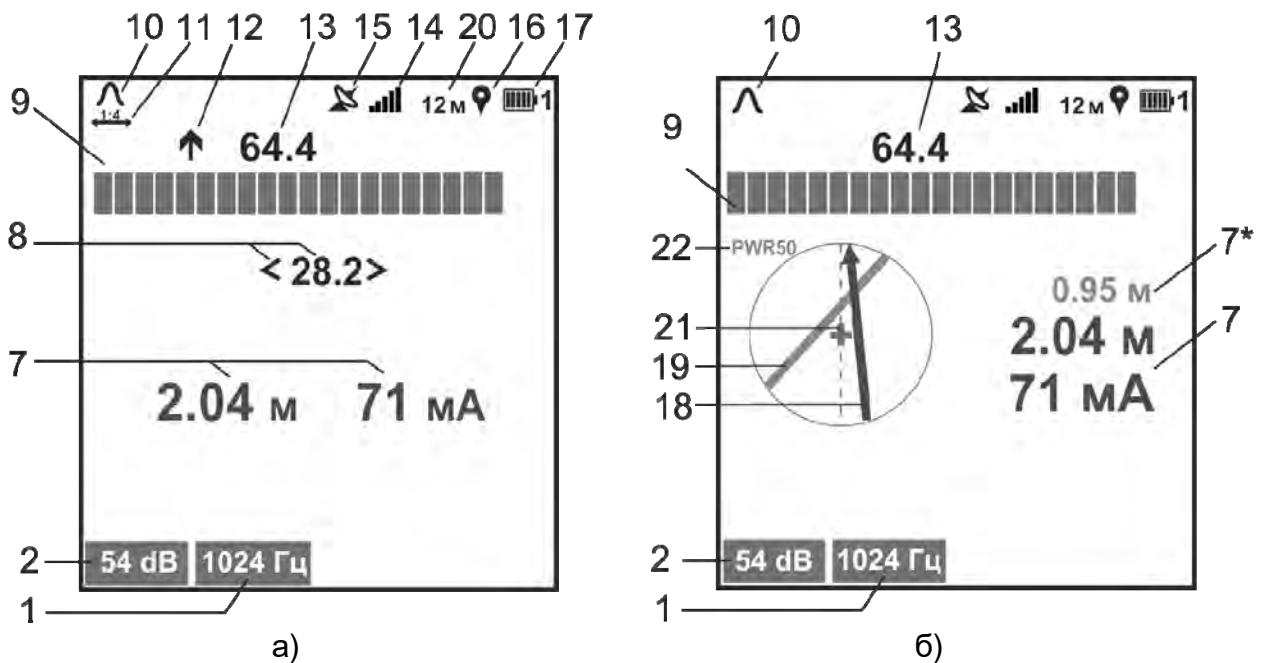

Рисунок 3.2 – Индикация приемника в режиме «ТРАССА»
- режим «ТРАССА» – для поиска коммуникаций с одновременным определением глубины её залегания, величины протекающего по ней тока рабочей частоты (рисунок 3.2а). Дополнительно при включенной функции «КОМПАС», отображается положение и направление коммуникации относительно приемника (рисунок 3.2б);
Примечание. Индикация значения уровня входного сигнала в «дБ» при поиске по «максимуму» и «минимуму» (соответственно поз. 13 и 8 на рис. 3.2) при перегрузке соответствующих им входных каналов меняет свой цвет на красный
При включенной опции «растяжка шкалы «максимум» 1:4» цена деления уменьшается в четыре раза, тем самым увеличивая разрешающую способность шкалы. При этом на экране отображается символ  (поз. 11 на рис. 3.2), под шкалой «максимум» появляется желтая полоса, указывающая положение окна растяжки относительно исходной (нерастянутой) шкалы.
Коммуникация схематически отображается на индикаторе в виде линии – указателя положения коммуникации (поз. 18 рис. 3.2б и 3.3б). Одновременно с этим в режиме «ТРАССА» на индикаторе отображаются шкала «максимум» и уровень входного сигнала, в режиме «ТРАССА-ДАТЧИК» отображаются шкала и уровень входного сигнала по входу «ДАТЧИК», а также его относительная полярность.
По мере продвижения по трассе ориентируйте приемник относительно коммуникации таким образом, чтобы на экране указатель положения коммуникации (поз. 18 рис. 3.2б) совпадал с осью приемника (поз. 21 рис. 3.2б).
Пример поиска с включенной функцией «Вторая линия» показан на рисунке 4.2.3б. В этом режиме указатель положения «Второй линии» (поз. 19 рис. 3.2б) и значение глубины ее залегания (поз. 7* рис. 3.2б) отображаются синим цветом.